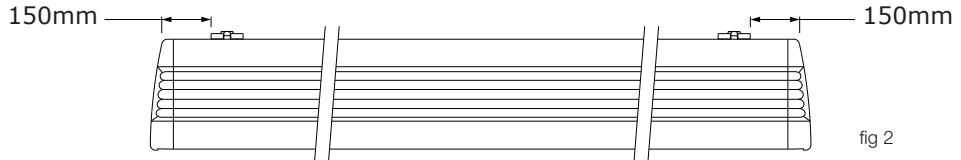
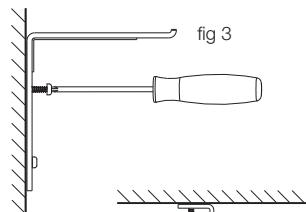
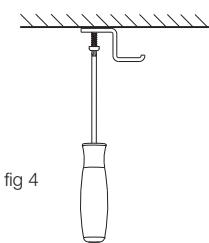

fig 2
fig 3
fig 4
**EN:** It shall be approximately 150mm from the edges to the brackets (fig 2). If there are three brackets included (only larger screens) the third bracket shall be placed in the middle. Mount the brackets on the wall (fig 3) or in the ceiling (fig 4). Place the nuts together with the screws in the track (fig 5). Mount the screen on the brackets and tighten the screws to 5Nm (fig 6). Connect the cable between the screen (fig 8) and an outlet (fig 9).
**SE:** Det ska vara cirka 150mm från kanterna till konsolerna (fig 2). Om det ingår tre konsoler (endast större filmdukar) ska den tredje konsolen placeras i mitten. Montera konsolerna på väggen (fig 3) eller i taket (fig 4). Placera muttrarna tillsammans med skruvarna i spåret (fig 5). Montera filmduken på konsolerna och spänna åt skruvarna till 5Nm (fig 6). Anslut kablaget mellan duken (fig 8) och ett vägguttag (fig 9).